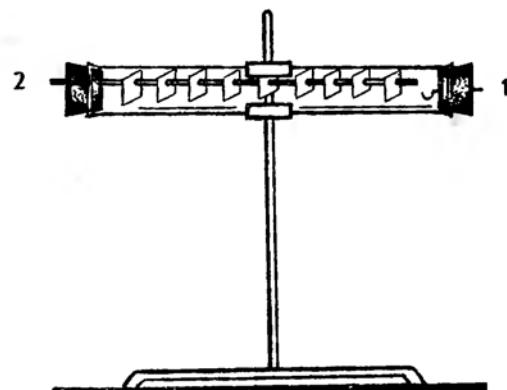

Рис. 2. Диффузия газов
Укрепите стеклянные трубки в штативах в горизонтальном положении. В каждую трубку с одного конца вставьте пробку с прутком (2), на который нанизаны кусочки индикаторных бумаг с одинаковыми промежутками между ними (рис. 2): в первой трубке — влажная лакмусовая бумага, во второй — смоченная раствором фенолфталеина, а в третьей — влажная крахмальная бумага. С другого конца (1) первой и второй трубок соответственно назначению бумаг вставляют комочки ваты, смоченные кислотой и раствором аммиака; в третью трубку помещают несколько